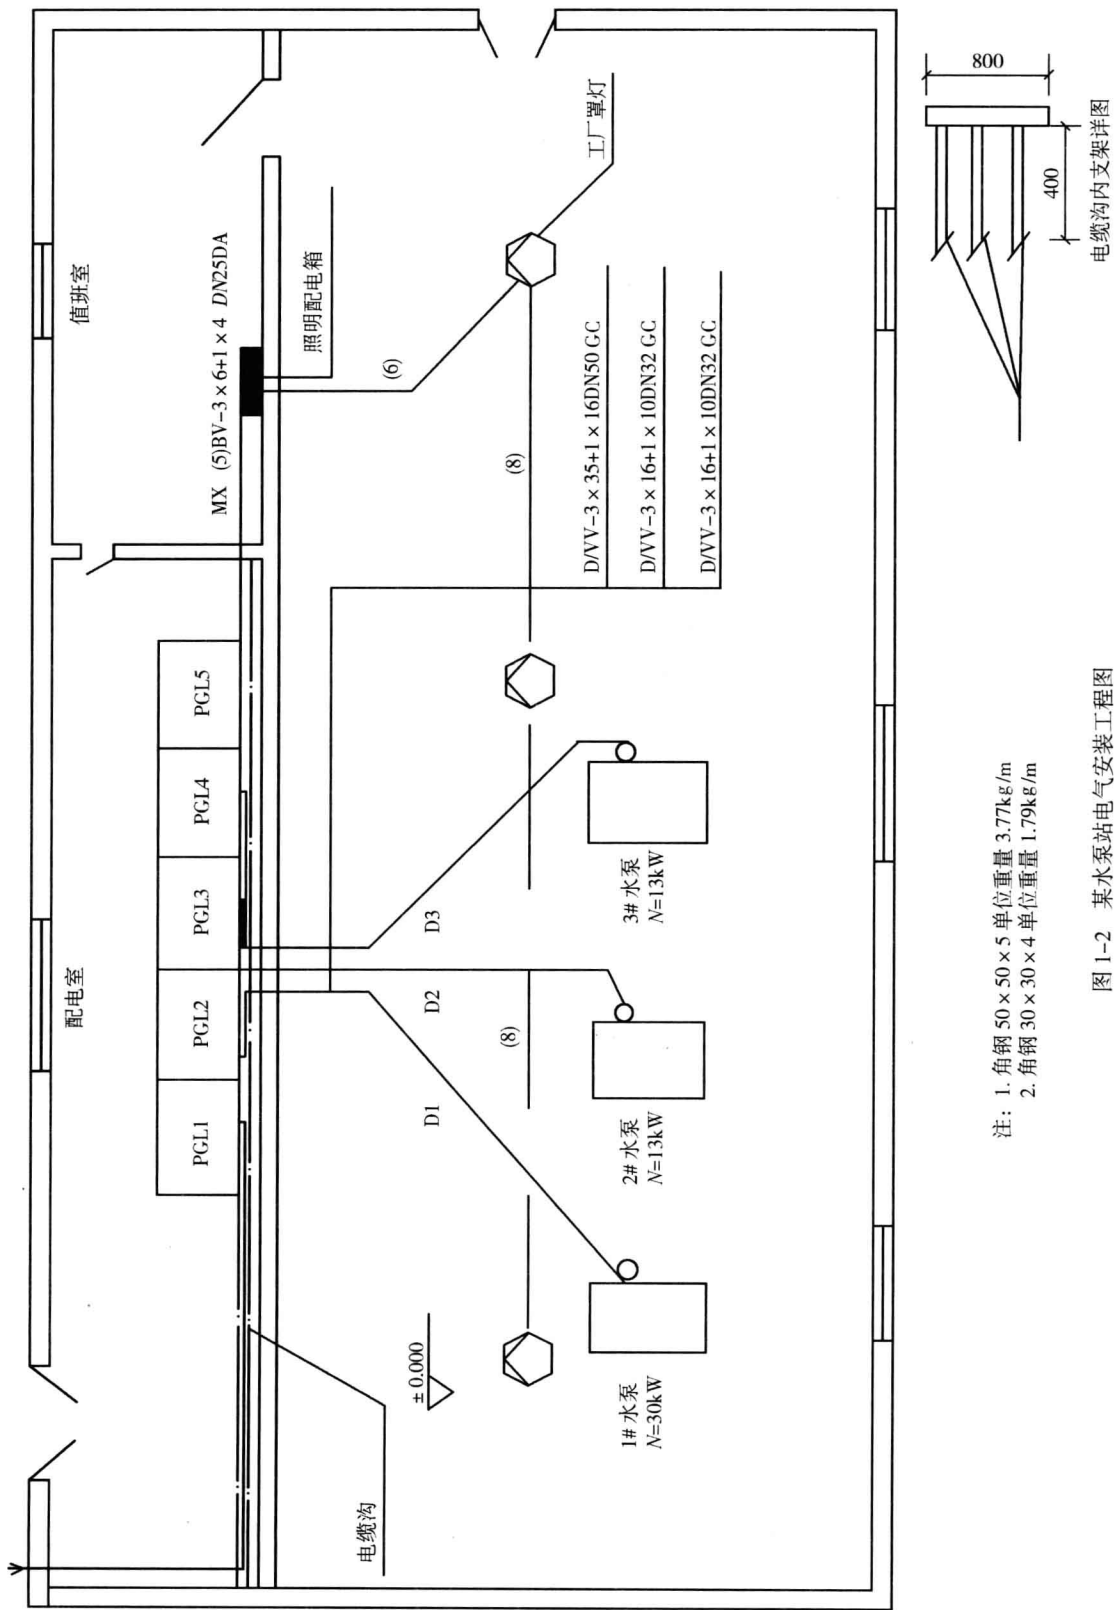

图 1-2 某水泵站电气安装工程图
【例3】某水泵站电气安装工程如图1-2所示,图的说明如下:
(1)由图1-2可知,低压配电柜PGL为5台,照明配电箱MX为1台,工厂罩灯为3套。
(1) 由图 1-2 可知:低压配电柜 PGL 为 5 台,照明配电箱 MX 为 1 台,工厂罩灯为 3 套。
(2) 基础槽钢 10#: $[(1 + 0.6) \times 2] \times 5\text{m} = 16\text{m}$
(3) 钢管暗配同清单工程量中计算。